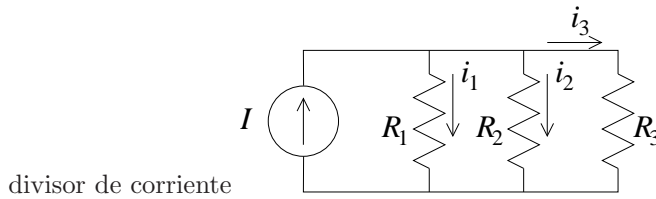

Figura 1.28: Circuito del Ejercicio 8
- ✓ 1.8 Considere el circuito de la Figura 1.28, el cual presenta tres resistores conectados en paralelo. Calcule las corrientes  $i_1$ ,  $i_2$  e  $i_3$ . ¿Existe alguna relación entre los tres resultados? *Sugerencia:* en lugar de usar las resistencias asociadas, haga los cálculos con las correspondientes conductancias, es decir,  $G_1 = 1/R_1$ ,  $G_2 = 1/R_2$  y  $G_3 = 1/R_3$ . Compare con el resultado del ejercicio anterior. A esta configuración, en la cual una corriente se “divide” a llegar a dos o más vías diferentes (dos o más resistores en paralelo), se le llama *divisor de corriente*. El divisor de corriente es el *dual* del divisor de tensión. Generalice el resultado obtenido para  $n$  resistores conectados en paralelo.